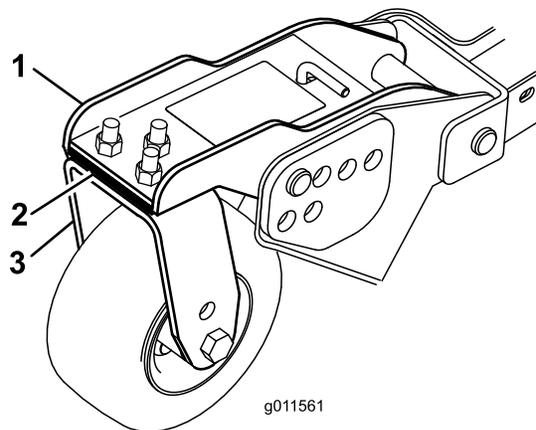

Figura 28
la pegatina (Figura 28). Para el eje de la cuchilla exterior solamente, consulte Ajuste de la inclinación de la unidad de corte \(página 59\).
3. Si el borde interior de la unidad de corte lateral está demasiado alto respecto al borde exterior de la unidad de corte delantera, retire un suplemento de la parte inferior del brazo interior delantero de la rueda giratoria en la unidad de corte lateral (Figura 28). Compruebe de nuevo